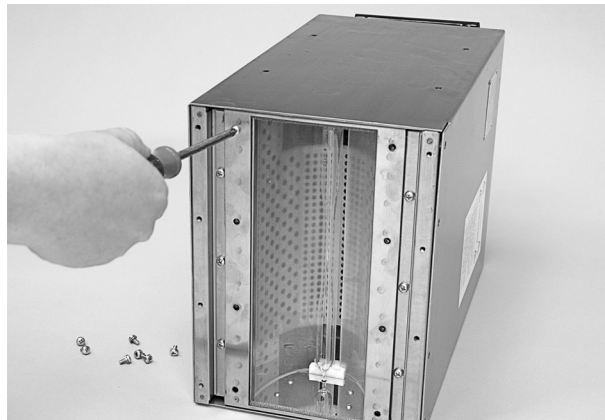

Abb. 5-3 HF-Schirm abnehmen
2. Siehe Abbildung 5-3. Die Lampenkopfgruppe so drehen oder platzieren, dass der Kolbenbereich vollständig frei liegt und zugänglich ist.